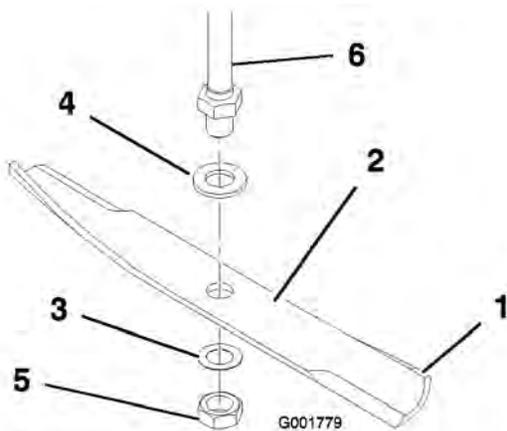

Figure 38
Tenez la lame à son extrémité avec un chiffon ou un gant épais. Enlevez de l'axe, le boulon, la rondelle bombée, le renfort et la lame (Figure 38).
1. Posez la grande rondelle plate et la lame sur l'axe (Figure 38).
2. Posez la petite rondelle plate et l'écrou de lame (Figure 38). Serrez l'écrou de lame à 108-135 Nm (80-100 pi-lb).